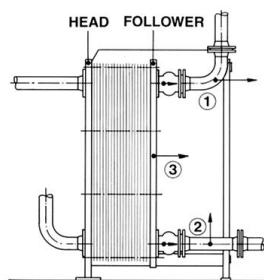

Fig. 12
Flangede samlinger skal være flytbare. Fig. 12 viser en korrekt tilsluttet enhed. Om nødvendigt skal et passende filter monteres på væskeindtaget. Isolerende ventiler kan også anbefales på alle tilslutninger. Termometre og manometre m. v. skal anvendes efter behov til overvågning af pladevarmevekslerens ydeevne.
3.2.3) KORREKT RØR- INSTALLATION (fig. 12)